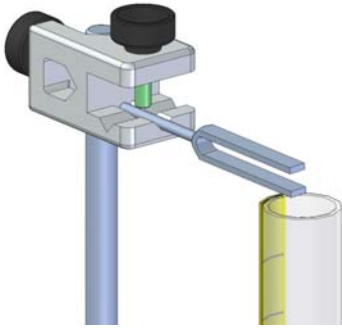
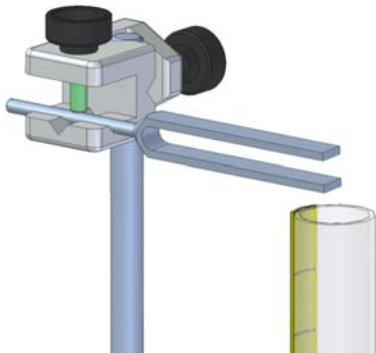

Fig. 2: Befestigung von Stimmgabeln mit kurzem Schaft.
Fig. 3: Befestigung von Stimmgabeln mit langem Schaft.
- Universalmuffe abhängig von der Länge der Stimmgabel gemäß Fig. 2 bzw. Fig. 3 am oberen Ende der Stativstange befestigen.
- Stimmgabel gemäß Fig. 2 bzw. Fig. 3 in der Universalmuffe befestigen, so dass die beiden Enden der Stimmgabel-Schenkel möglichst nah an der Öffnung des Resonanzrohres platziert sind.